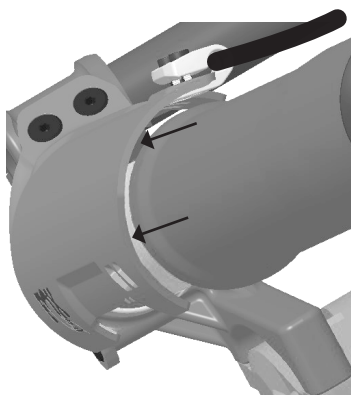
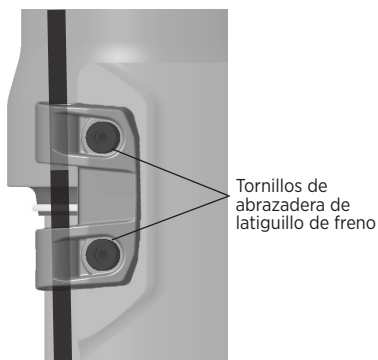

Figura 10: separación uniforme en el interior del protector de la horquilla para evitar rozamiento (vista superior)
Figura 11: apriete los tornillos de la abrazadera del latiguillo de freno
6. Por último, compruebe que el latiguillo de freno y la abrazadera están ahora en una posición que deja un espacio uniforme en todo el interior del protector de la horquilla para evitar cualquier roce o fricción (Figura 10). Utilice una punta hexagonal de 2,5 mm y una llave dinamométrica para apretar los dos tornillos de la abrazadera del latiguillo de freno a 0,9 N·m (8 in-lb). (Ver Figura 11)